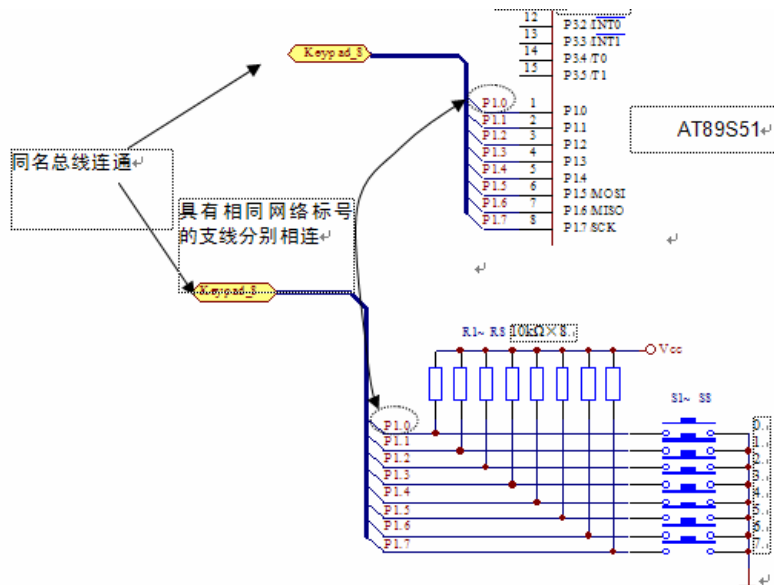

图 4-26 总线的连接
10. P100 页图 4-26 上的两个圆圈都应圈住 P1.0，应改为